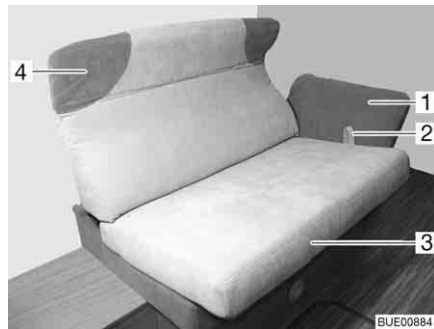

Bild 87 Inställning av den långsgående sittbänken
- Dra bandet (Bild 87,2) uppåt och dra försiktigt sittytan (Bild 87,3) på skepporna, dra till stoppläget i mitten.
- Ta tag i nackkudden (Bild 87,4) med båda händerna och sväng upp eller ned det till önskat läge.
- Ta tag i armstödet (Bild 87,1) med båda händerna och sväng upp eller ned det till önskat läge.